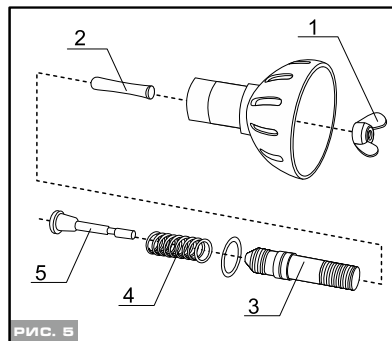

РИС. 5
Извлеките цилиндр распылителя (3)(См. Рис.5).
Выньте поршень (5) с пружиной (4) и клапан (2)(См.Рис.5).